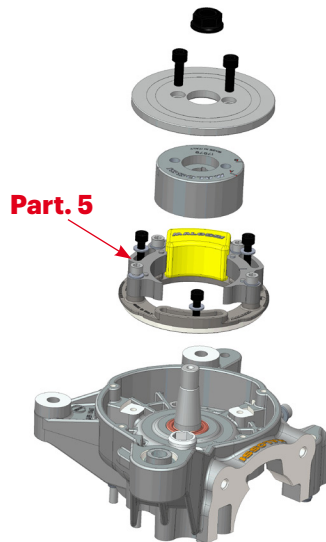

Fig. 3
- Colocar en sede el estator **Part. 5 - Fig. 3** en el carter.